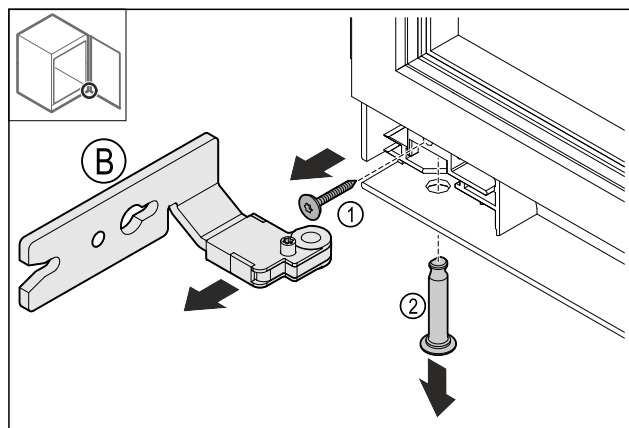

Fig. 18
- Odstranite Fig. 18 (1) vijak.
- Odstranite Fig. 18 (2) sornik.
- Odstranite Fig. 18 (B) tečaj.